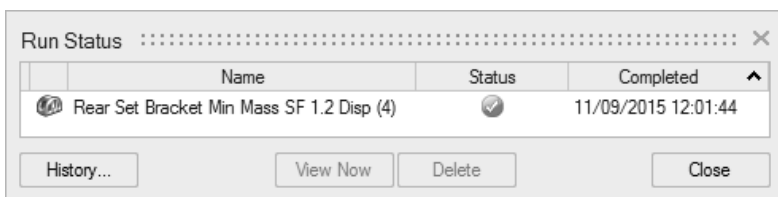

图 7-17
6) 单击 Run 按钮。优化完成时，会有一个绿色的勾选标记出现在优化运行状态窗口中，如图 7-17 所示。